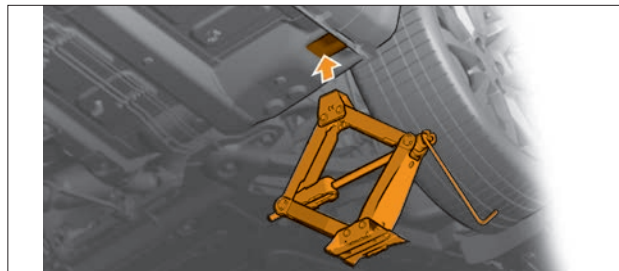

Рис. 7.1. Место для установки домкрата
6.1. Установка домкрата для замены переднего колеса: отступите 100 мм (см. рис. 4) от кромки переднего крыла и нащупайте плоскую площадку между двумя подштамповками цилиндрической формы, установите домкрат совместив опорные площадки домкрата и автомобиля (рис. 7.1).